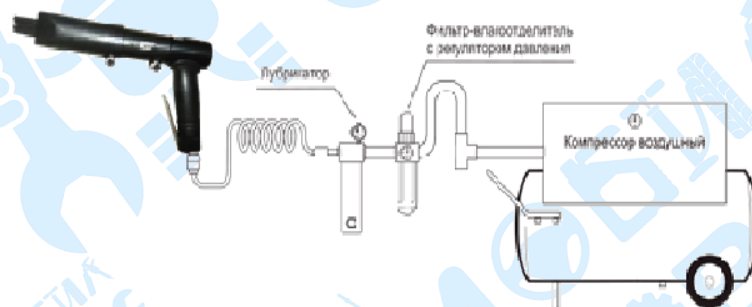

Рис. 1
- Для нормальной работы пневматического инструмента, воздушная магистраль, подготовленная для работы, должна быть снабжена осушителем воздуха, фильтром-влагодетелем и лубрикатором. Рекомендованная процедура подключения показана на рис. 1.